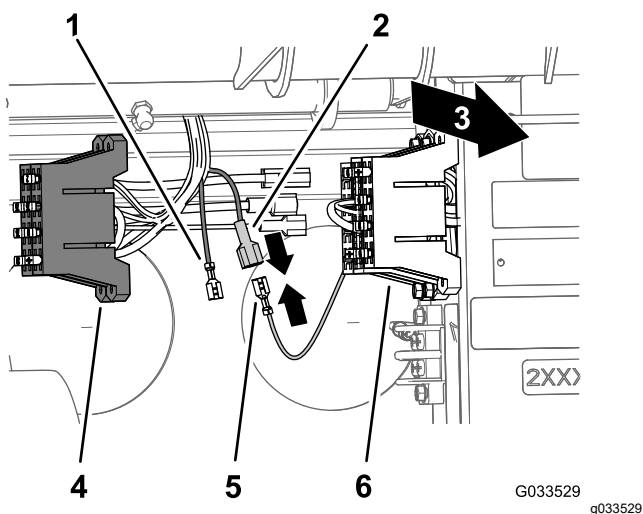

Figura 23
2. Localize o terminal do recetáculo não isolado no final do fio de alimentação amarelo aberto do bloco de fusíveis da máquina e o terminal de lâmina isolado no final do fio amarelo de alimentação opcional do bloco de fusíveis dos fios do pulverizador (Figura 23).
- Localize o terminal do recetáculo não isolado do bloco de fusíveis da máquina ao terminal da lâmina isolado do bloco de fusíveis do pulverizador (Figura 23).